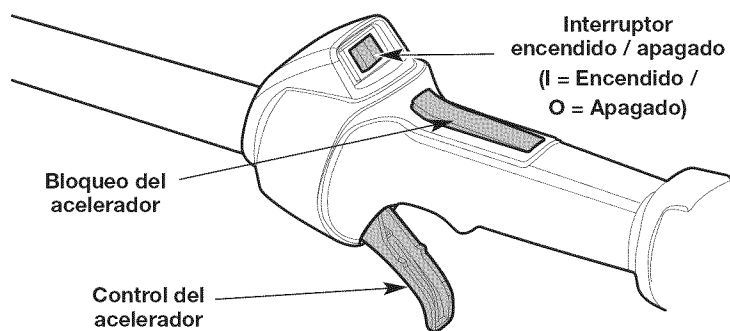

Fig. 7
**NOTA:** No hay necesidad de encender la unidad. El interruptor de Encendido/Apagado debe estar en la posición **Encendido (I)** en todo momento (Fig. 7).
6. Oprima y mantenga el bloqueo de acelerador. Apriete y mantenga apretado el control del acelerador. (Fig. 7). Tire de la cuerda de arranque con un movimiento controlado y firme **5 veces** (Fig. 9).
2. Oprima y no suelte el interruptor de control de Encendido y Apagado en la posición **Apagado (O)** hasta que el motor se detenga por completo (Fig. 7).